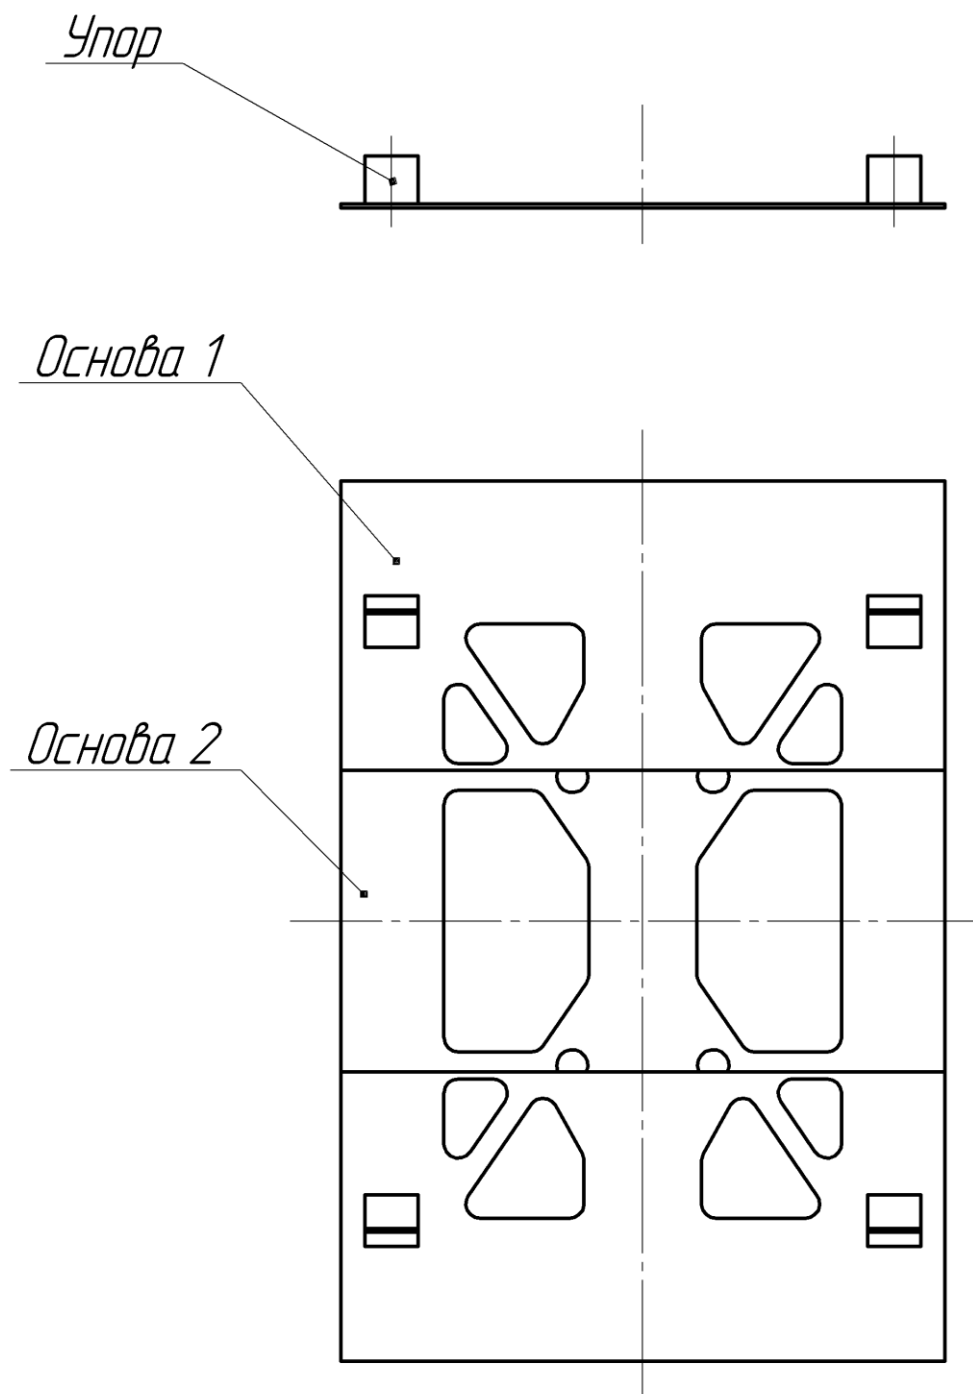

Рисунок 1 – Креслення складальної одиниці «ОСНОВА»
Завданням до розроблення конструкторської документації є складальна одиниця вібраційної машини для розвантаження насипних вантажів з напіввагонів ВНР-2011 (рисунок 1), яка була розроблена фахівцями лабораторії механізації вантажно-розвантажувальних робіт на залізничному транспорті Української державної академії залізничного транспорту.
Складальна одиниця «ОСНОВА» складається з двох деталей («ОСНОВА 1» і «ОСНОВА 2» ) та складальної одиниці «УПОР» (рисунок 1), які виконуються за таким планом:
- 1 Розробити проект конструкторської документації складальної одиниці «Основа» (рисунок 1).